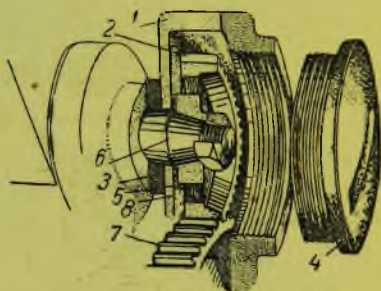

Рис. 148. Привод магнето мотоцикла ТИЗ-АМ-600
Привод магнето (рис. 148) получает через шестерню (2), находящуюся в зацеплении с так называемой паразитной шестерней, питающейся от шестерен распределения.